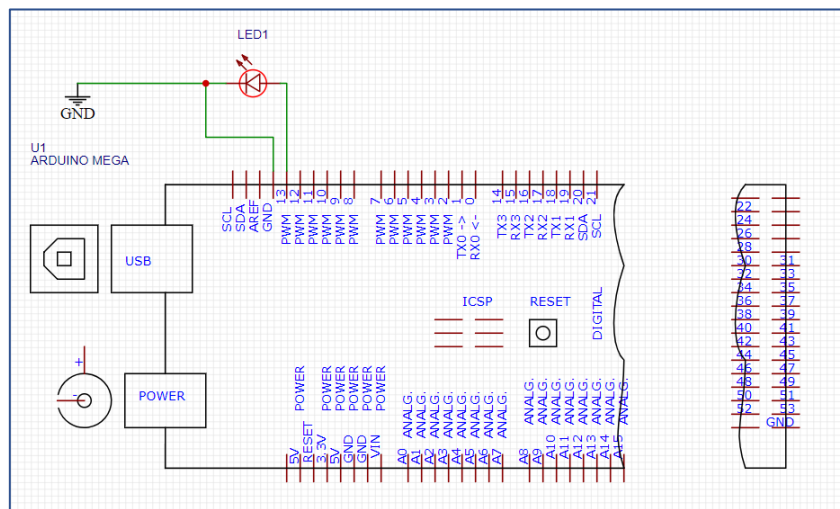

Figura 5 – Esquema elétrico do exemplo 1 de uso da função `digitalWrite()`
- e. O esquema elétrico relativo ao exemplo 1 é apresentado na Figura 5, elaborado utilizando-se a ferramenta EasyEDA. Utiliza-se o ARDUÍNO MEGA obtido da biblioteca da ferramenta proposto por Marcos Postali.